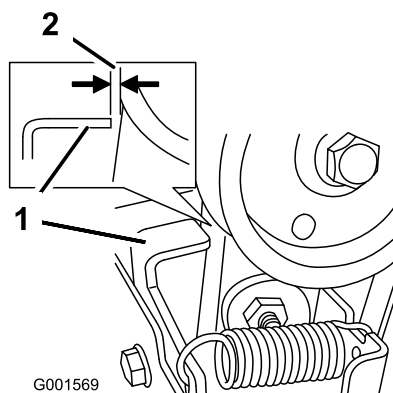

Bild 45
3. Kuppeln Sie den Räumwerk- bzw. Antriebsradhebel aus und stellen Sie sicher, dass der Abstand zwischen der Schneckenkupplung und der Nase 1,5 mm beträgt (Bild 45).